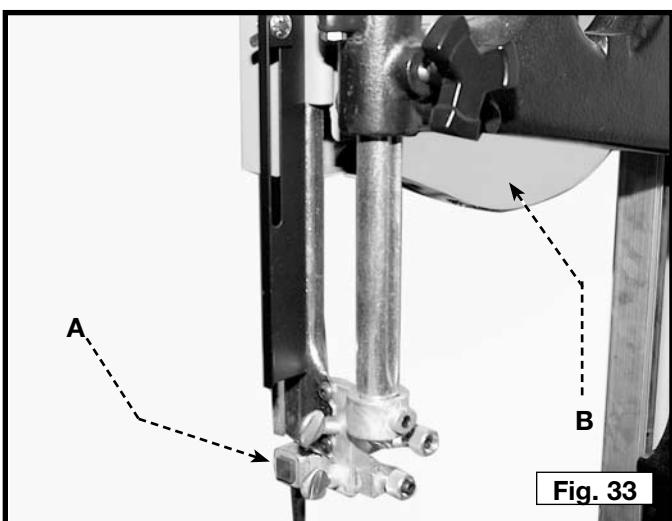

Fig. 33
Régler l'ensemble du guide supérieur de lame (A) fig. 33, aussi près que possible de la surface supérieure de la pièce à couper. Desserrer le bouton de verrouillage (B) et déplacer l'ensemble du guide (A) à la position voulue.